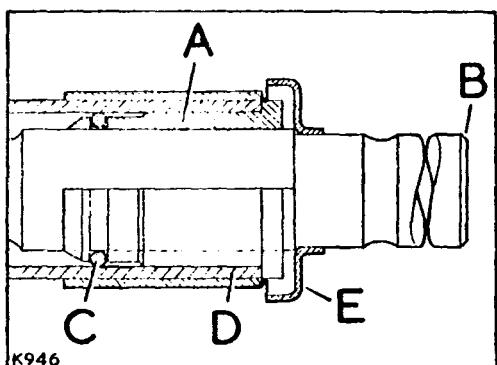

Fig. G1-53.- Sección longitudinal de la parte superior de la columna de tipo antiguo.
3.1.- Montar a presión el rodamiento, o en los modelos antiguos el casquillo, A (Fig. G1-53) y retén, C, en la parte superior de la columna de dirección, D.